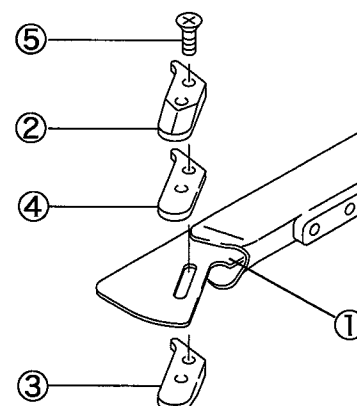

図 24
- 厚みを変える場合、カール防止チップスペーサ④を取り外してください。(図 24 参照)
- 生地によってはカール防止チップ②③④を取り外した方がよい場合もあります。